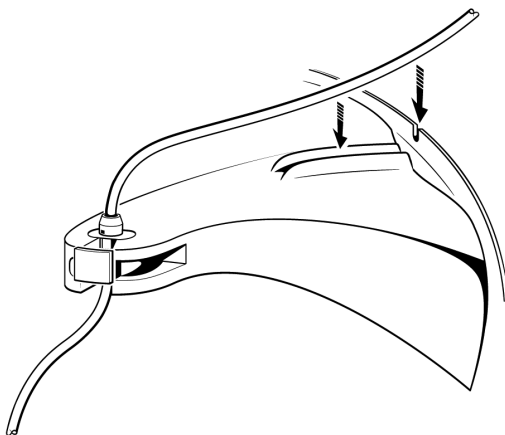

Figure 5. Placer les tubulures dans la rainure et dans l'encoche.
8. Placer les tubulures dans la rainure du bras du support et sur l'arête de la pompe centrifuge en passant par l'encoche (voir la Figure 5).